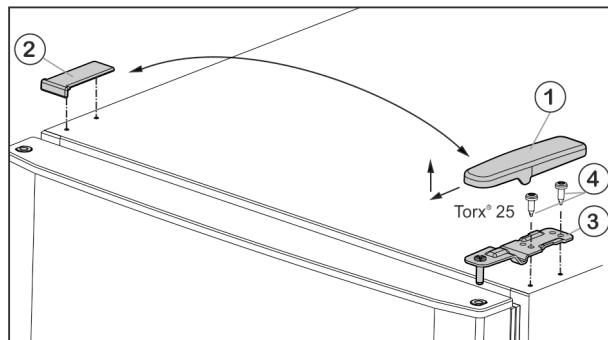

Fig. 5
- Kryt Fig. 5 (1) odoberte smerom dopredu a hore.
- Kryt Fig. 5 (2) nadvihnite.
- Hornú ložiskovú konzolu Fig. 5 (3) odskrutkujte (2 krát Torx® 25) Fig. 5 (4) a odoberte smerom hore.
- Vrchnú ložiskovú konzolu Fig. 5 (3) nasadíte na novej strane závesu do dverí.
- Hornú ložiskovú konzolu **pevne (pomocou krútiaceho momentu 4 Nm)** priskrutkujte (2x Torx® 25) Fig. 5 (4). V prípade potreby použite akumulátorový skrutkovač.
- Kryt Fig. 5 (1) nasadíte na opačnú stranu zvonka a zaklapnete.
- Kryt Fig. 5 (2) nasadíte vždy na opačnú stranu zhora a zaklapnete.